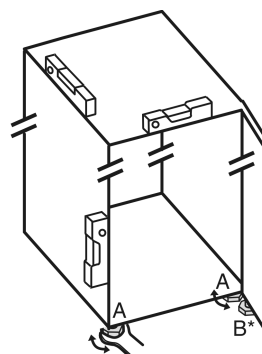

Fig. 34
- ▶ Seřizovací nožky Fig. 34 (A) vyšroubujte pomocí přiloženého vidlicového klíče a pomocí vodováhy, dokud nebude spotřebič pevně vyrovnaný.
- ▶ Seřizovací nožku Fig. 34 (B) na stojanu ložiska vytáchejte pomocí přiloženého vidlicového klíče, až dosedne na zem.
- ▶ Seřizovací nožku Fig. 34 (B) otočte maximálně o dalších 90°, abyste zabránili poškození dveří.